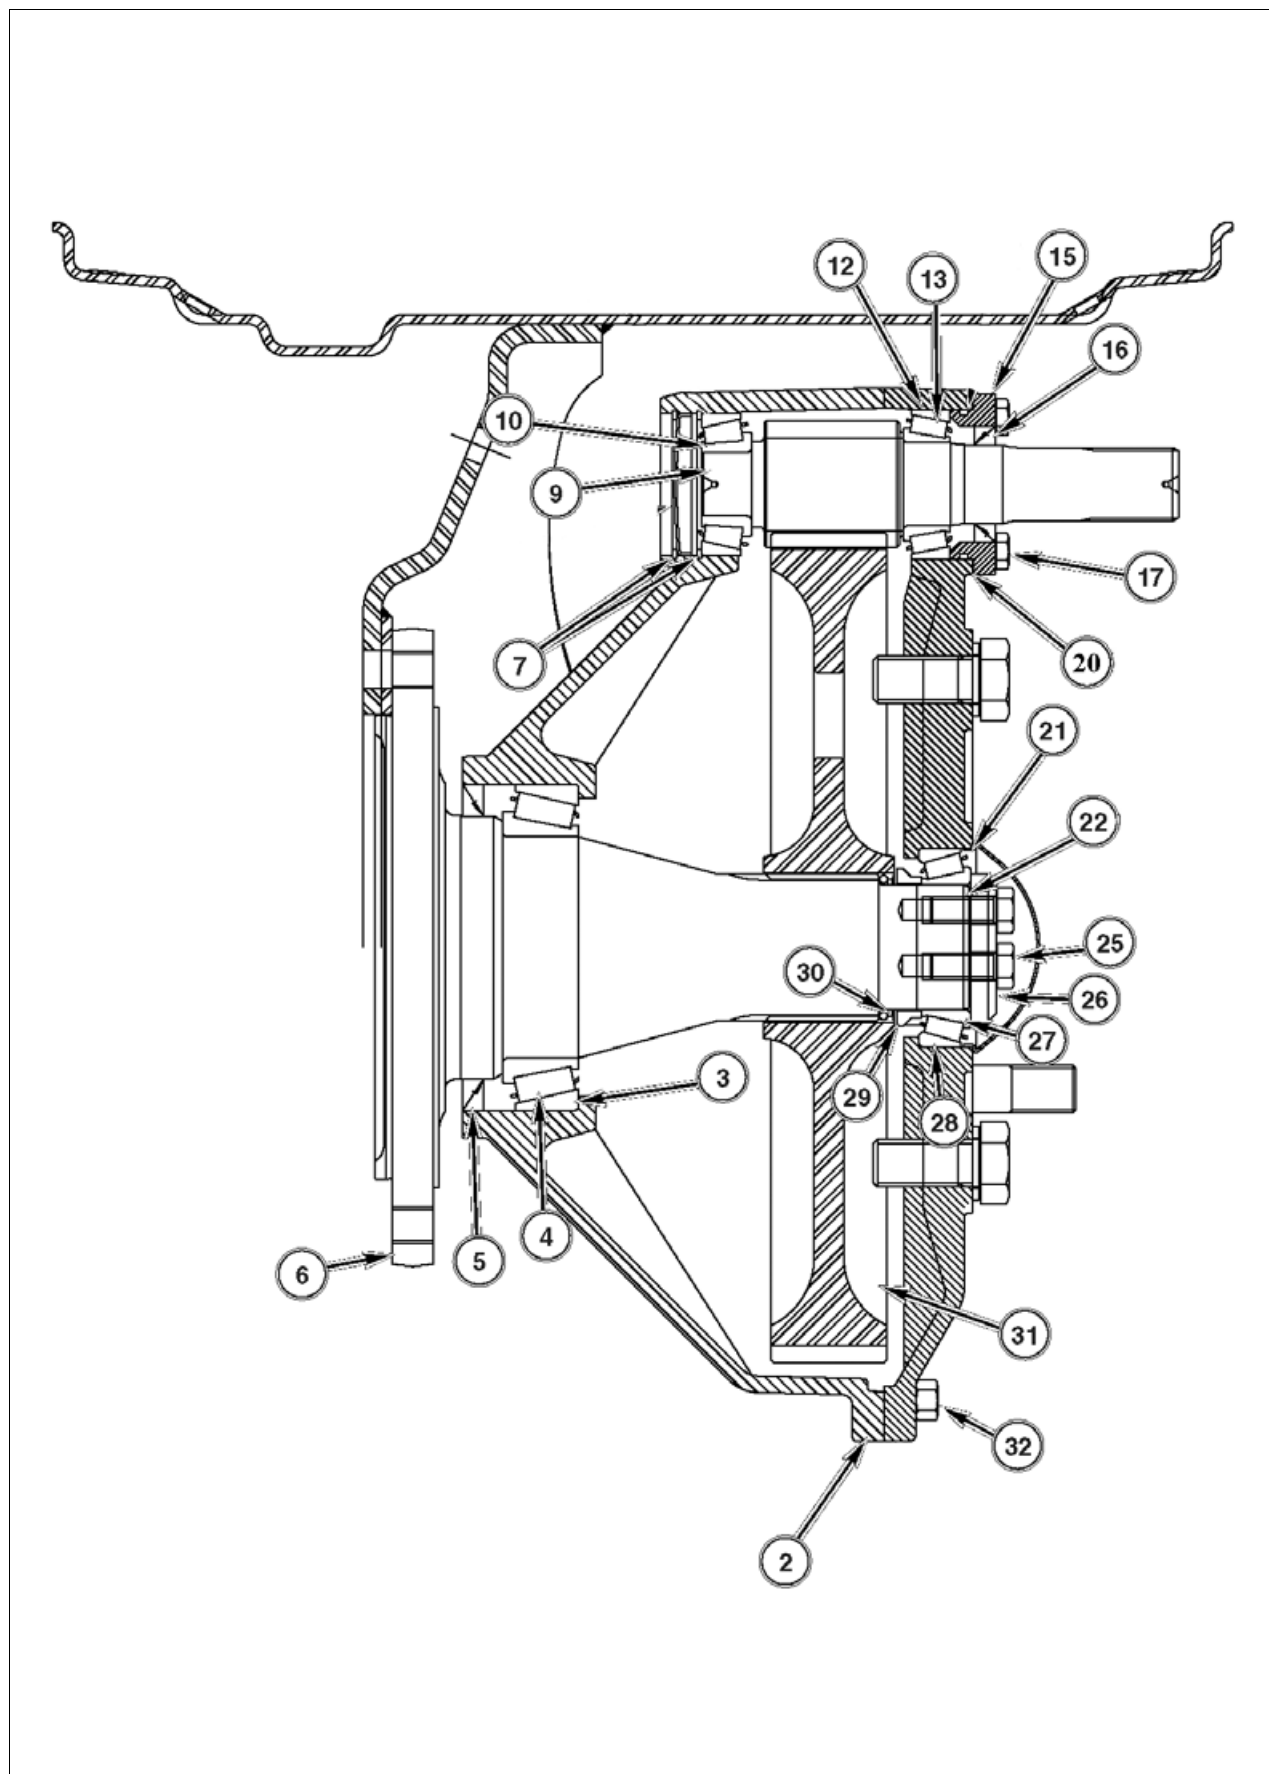

Рис. 5.
**Сборка** - порядок действий следующий (рис. 5):
15. Установите внутреннее стопорное кольцо (7) и запрессуйте наружное кольцо подшипника до упора в стопорное кольцо.
16. Запрессуйте наружное кольцо подшипника (3) до упора в буртик и установите подшипник (4).
17. Очистите отверстие для установки сальника вала (5) от грязи и обезжирьте его поверхность. Нанесите герметик Loctite 242 и аккуратно установите сальник вала так, чтобы сторона с торцами пружины, направленными внутрь и наружу, встала заподлицо с корпусом передачи.
18. Поставьте корпус передачи (2) на два чистых деревянных бруска, повернув его внутренней стороной вниз.
19. Вставьте вал (6) и аккуратно втолкните его на место так, чтобы внутреннее кольцо подшипника уперлось в буртик.
20. Следя за тем, чтобы вал (6) оставался на месте, поверните корпус передачи и расположите его так, чтобы фланец вала опирался на плоскую поверхность. Зафиксируйте корпус передачи, чтобы предотвратить его падение.
21. Напрессуйте подшипник (13), затем подшипник (10) на вал-шестерню (9).
22. Установите стопорное кольцо (30) зубчатого колеса (31).
23. Используя кран или лебедку, закрепите зубчатое колесо за три больших отверстия и, расположив колесо горизонтально, поднимите его над корпусом передачи. Введите в зацепление вал-шестерню (9) и зубчатое колесо (31) и в таком положении аккуратно опустите обе детали одновременно в корпус передачи.